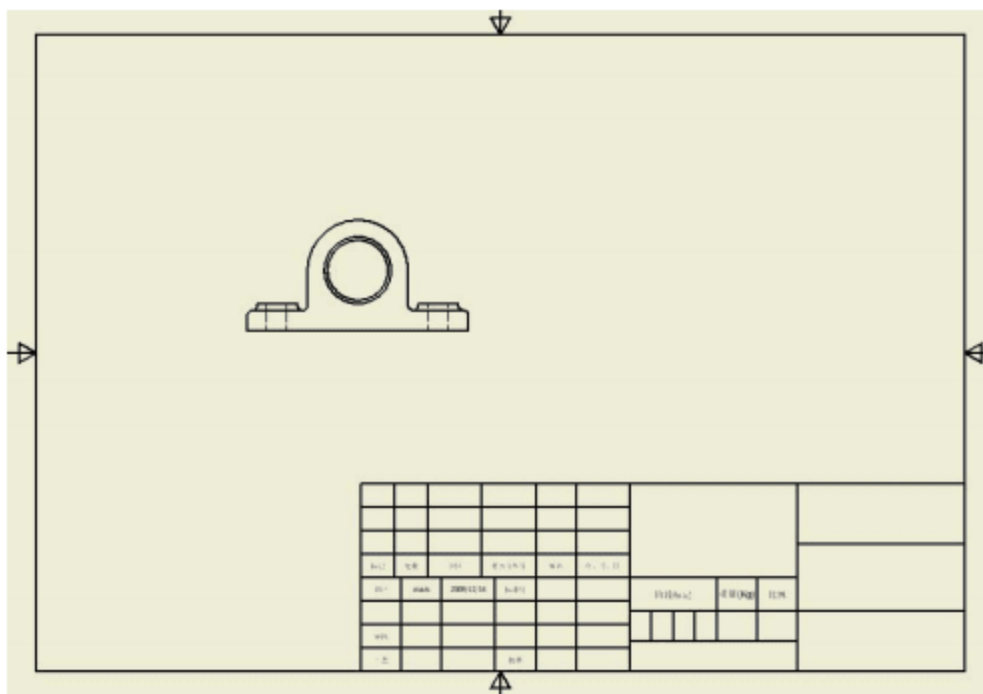

图5-10 基础视图
3) 将预览视图移动到所需位置,单击对话框中的“确定”按钮,创建的基础视图如图5-10所示。